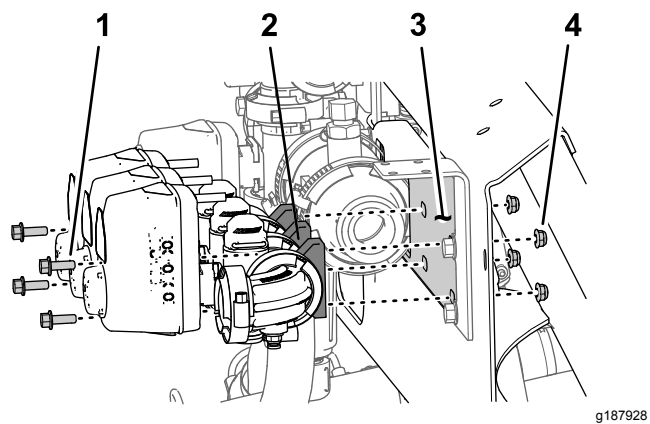

Figure 52
- Retirez les 2 boulons à embase ($\frac{1}{4}$ " x $\frac{3}{4}$ ") et les 2 contre-écrous ($\frac{1}{4}$ ") qui fixent la vanne de section de rampe droite au support de collecteur (Figure 52).
- Retirez les 2 boulons à embase ($\frac{1}{4}$ " x $\frac{3}{4}$ ") et les 2 contre-écrous ($\frac{1}{4}$ ") qui fixent la vanne de section de rampe gauche au support de collecteur (Figure 52).
- Déposez les vannes de section de rampe du support de collecteur et mettez-les de côté (Figure 52).